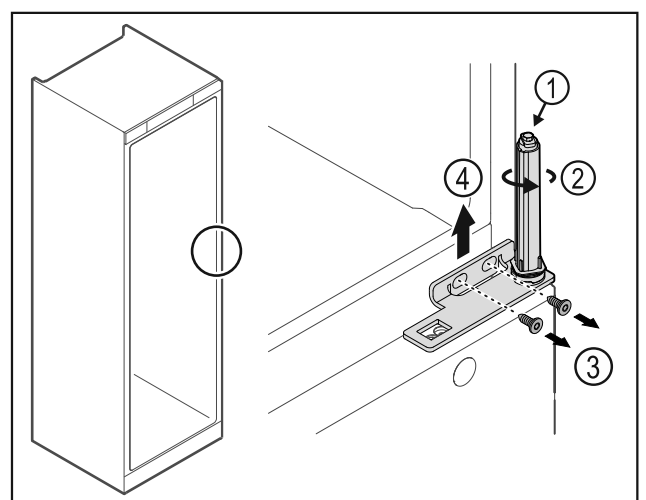

Fig. 32
- ▶ Dørlukkesystemet må ikke tas fra hverandre Fig. 32 (1).
- ▶ Drei på lukkesystemet Fig. 32 (2) til det sier klikk.
- ▶ Løsne skruene Fig. 32 (3), trekk hengselvinkelen opp og av Fig. 32 (4).